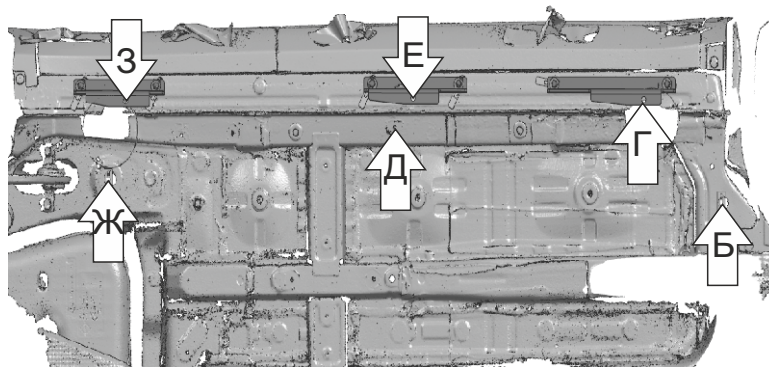

Рис. 4
5. Заднюю часть переднего кронштейна закрепить болтом M10x30 с шайбой 10 ув. в гайке закладной M10 (Б), переднюю часть закрепить в отверстии опоры переднего кронштейна болтом M8x20 с шайбами 8 ув. и гайкой 8 (Г) (Рис. 4,5).
6. Заднюю часть среднего кронштейна закрепить болтом M6x20 с шайбами 6 и 8 в штатном отверстии (Д), переднюю часть закрепить в отверстии опоры переднего кронштейна болтом M8x20 с шайбой 8 ув. и гайкой 8 (Е) (Рис. 4,6).
- 7.Заднюю часть заднего кронштейна закрепить болтом M10x30 с шайбой 10 ув. в гайке закладной M10 (Ж), переднюю часть закрепить в отверстии опоры переднего кронштейна болтом M8x20 с шайбой 8 ув. и гайкой 8 (З) (Рис. 4,7).